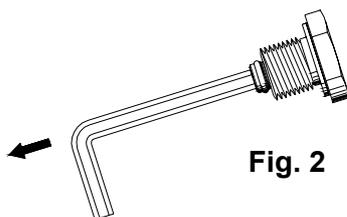

Fig. 2
- Le bouchon de dérivation se trouve à l'intérieur du bouchon de retour (fig.2). Elle doit être retirée avec une clé Allen de 2,5 mm.
- Remettre le bouchon de dérivation à l'intérieur du bouchon de retour afin de l'avoir à nouveau à disposition en cas de besoin (fig. 2).